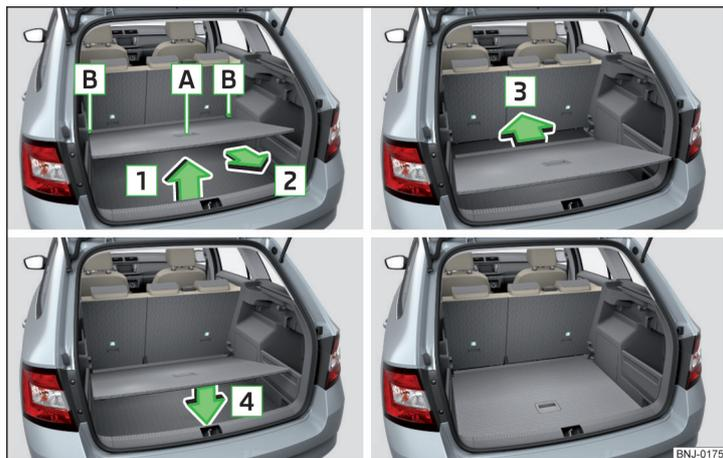

Abb. 92 Variablen Ladeboden in die untere Position einstellen
- › Den variablen Ladeboden am Griff **A** » Abb. 92 fassen.